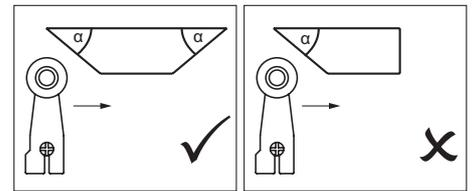

Bild 1: Nockenform
▶ Um ein Pellen des Betätigungselements zu verhindern muss der Nocken allmählich auslaufen (siehe Bild 1).